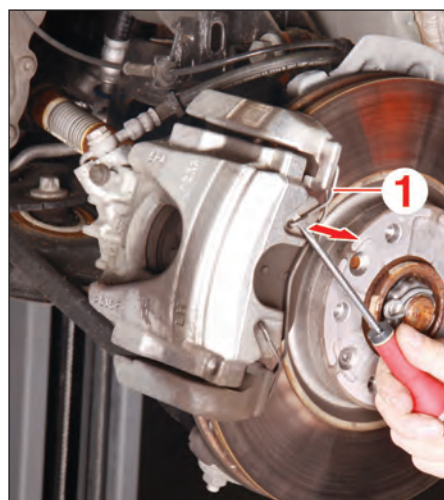

FIG.1
- Déposer le ressort (1) (Fig.1).